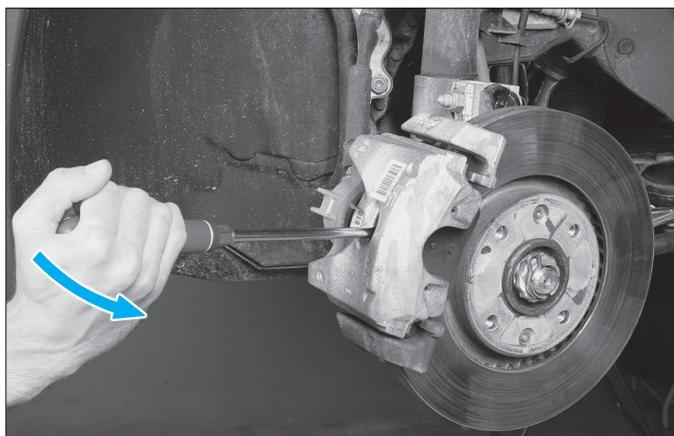

Fig. 10
- À l'aide d'un tournevis, faire lever pour repousser partiellement le piston de l'étrier (Fig.10).